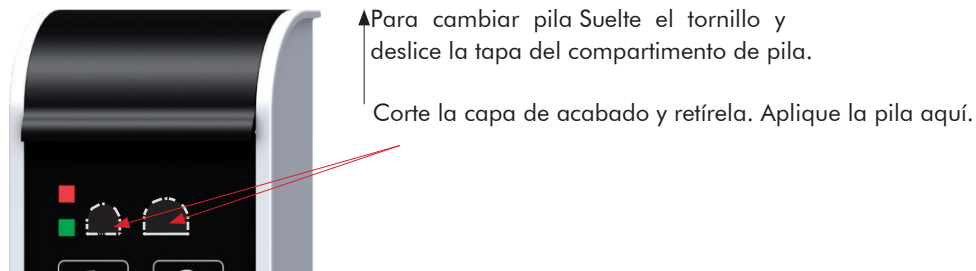

Fig. 1: Compartimento de pila de SmartCam y puntos de contacto de emergencia.
- Si la pila llegase a descargarse de tal forma que no se puede introducir ningún código y abrir el contenedor resulta imposible, la cerradura puede ser alimentada desde el exterior. Proceda a quitar la capa acabado en los puntos determinados en la Fig. 1. Aplique una pila de 9 V a los puntos de contacto del teclado y abra la cerradura como se ha descrito.